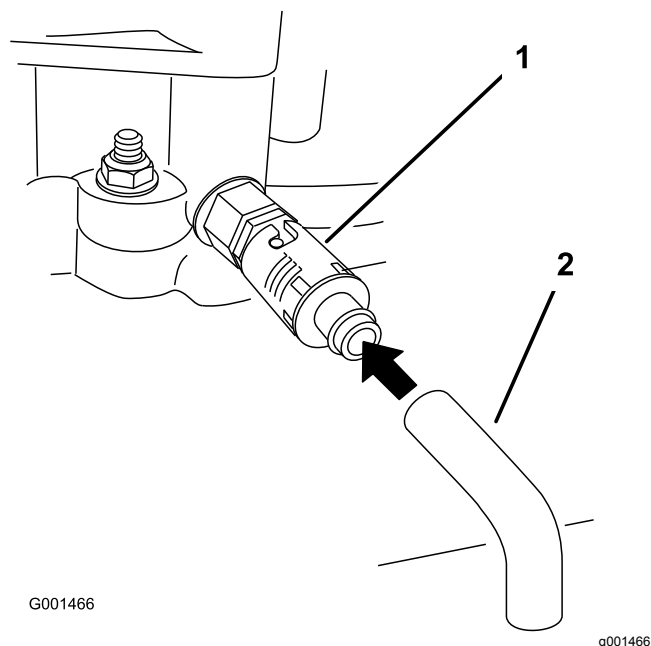

Figure 26
7. Tournez le robinet de vidange pour permettre à l'huile de s'écouler (Figure 26).
9. Enlevez le flexible de vidange (Figure 26).